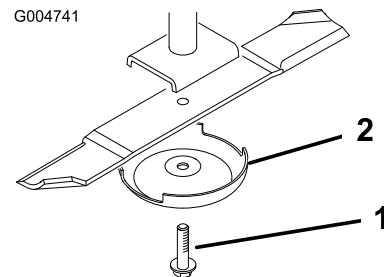

Bild 25
4. Entfernen Sie die Messerschraube, die Antiskalpieerkuppe und das Messer von der Spindelwelle (Bild 25).